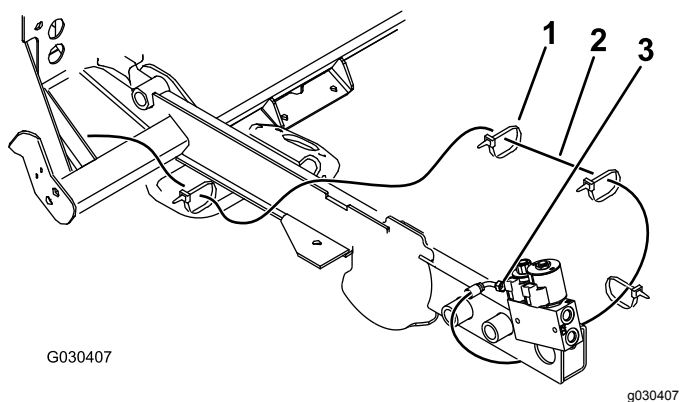

Figure 20
8. Acheminez le long flexible sous le cadre du radiateur, par dessus la traverse du cadre et le long du longeron jusqu'à la vanne (**Figure 20**).